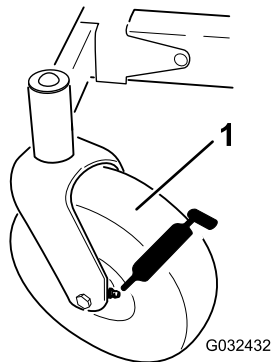

Bild 38
3. Reinigen Sie die Schmiernippel (**Bild 38**) mit einem Lappen.
4. Setzen Sie die Fettpresse nacheinander an allen Nippeln an (**Bild 38**).